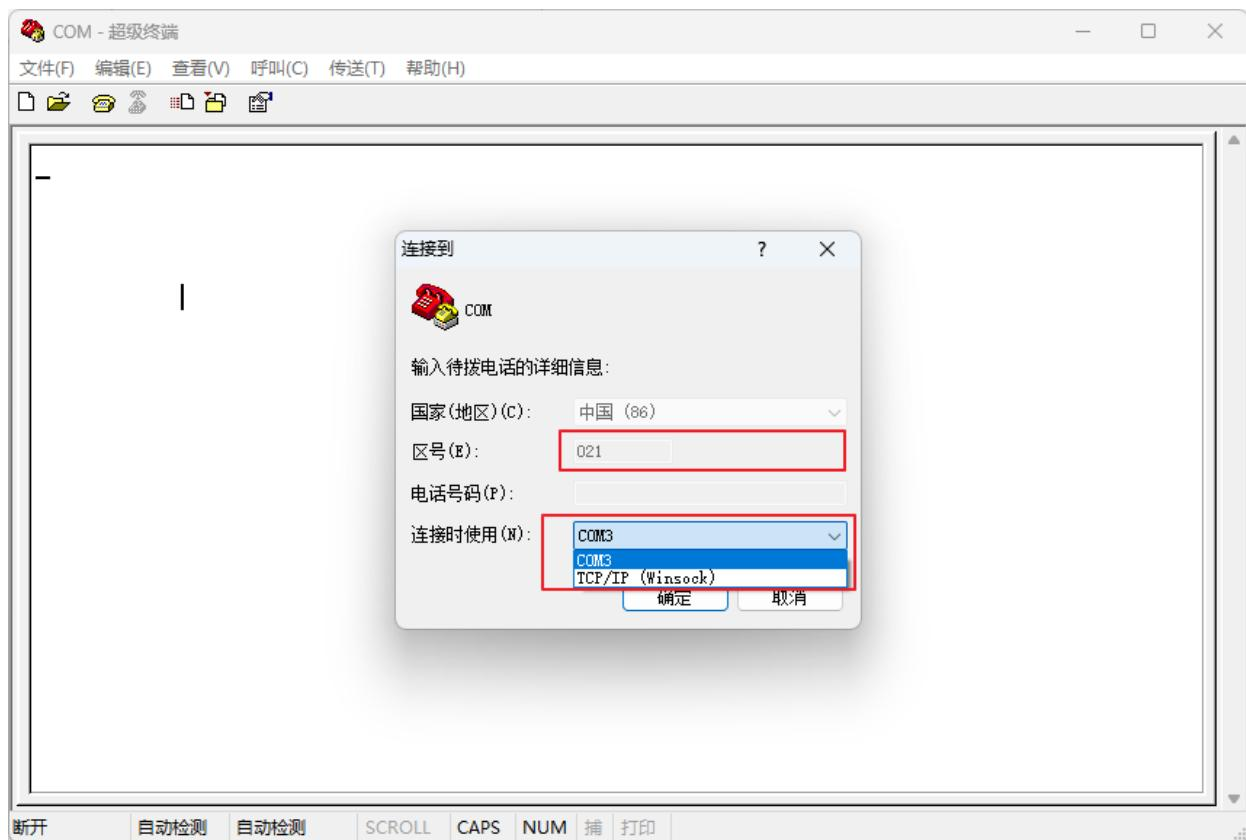

图 6-4 输入区号并选择连接方式
Step4. 输入区号，选择连接方式为端口，点击“确定”，如图 6-4 所示；